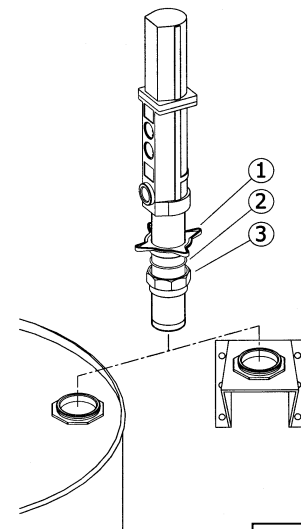

Fig. 2
These pumps can be mounted directly on drums or on a wall bracket fitted with a 2" bung (Fig 2). Loosen the star nut (1) of the bung adaptor to remove the lower nut (3), and screw this into the 2" bung opening of the drum or bracket. Place the star nut (1) and the split ring (2) on the suction tube. Slide the pump through the opening and fasten the assembly at the desired height by tightening the star nut (1).
Las bombas pueden ser montadas directamente sobre bidones o sobre un soporte mural que dispongan de rosca 2" BSP H (Fig. 2). Afloje la tuerca en estrella (1) del adaptador para extraer la parte inferior del mismo (2) y rosca en el brocal de 2" del bidón o del soporte. Coloque la tuerca en estrella (1) y el anillo (2) del adaptador en el tubo, introduzca la bomba por el brocal y apriete el conjunto a la altura deseada.